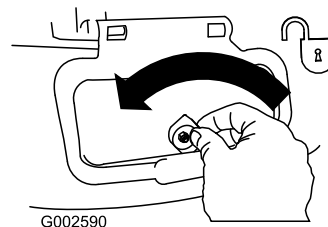

Figure 28
1. Déverrouillez le volet d'éjection latérale (Figure 28).